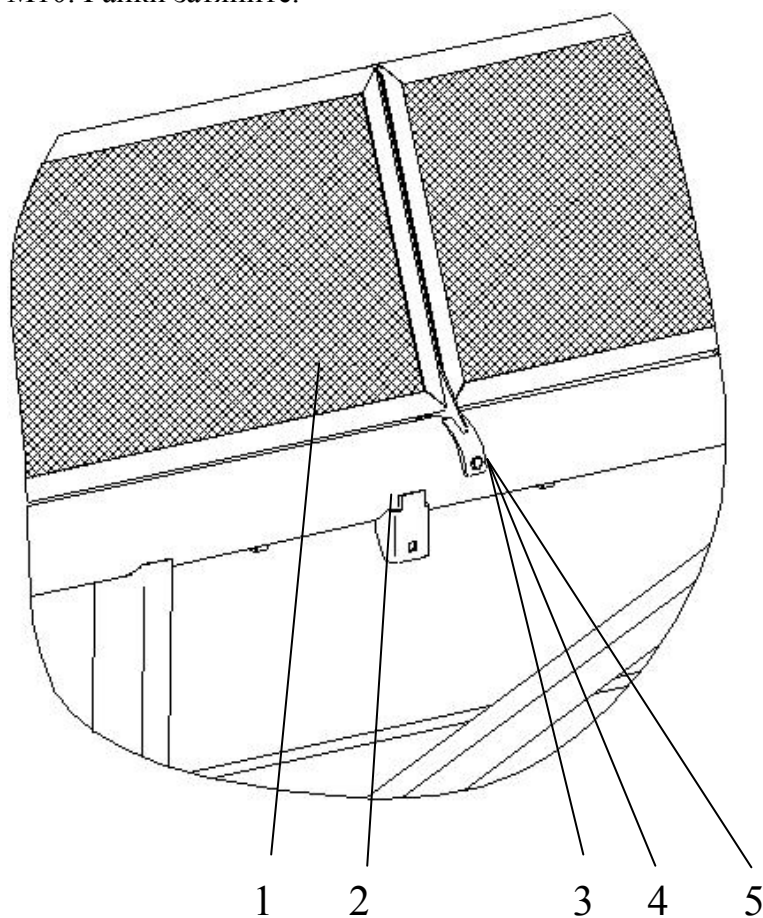

Рисунок 17.
- Установите щиты сетчатые на верхнюю трубу каркаса жатки (рисунок 17) .